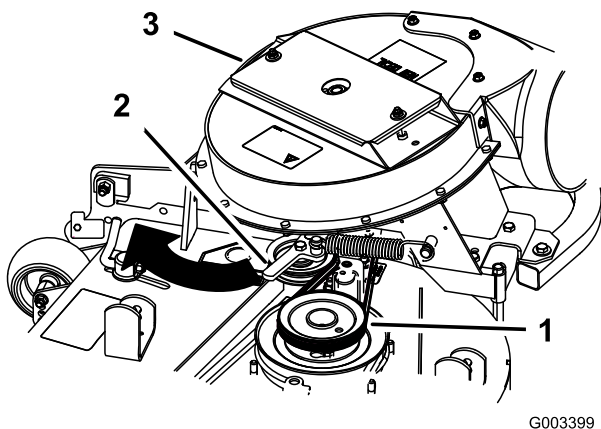

Figura 18
5. Retire la polea tensora tensada con muelle y enrute la correa alrededor de la polea de la plataforma del cortacésped (Figura 18).